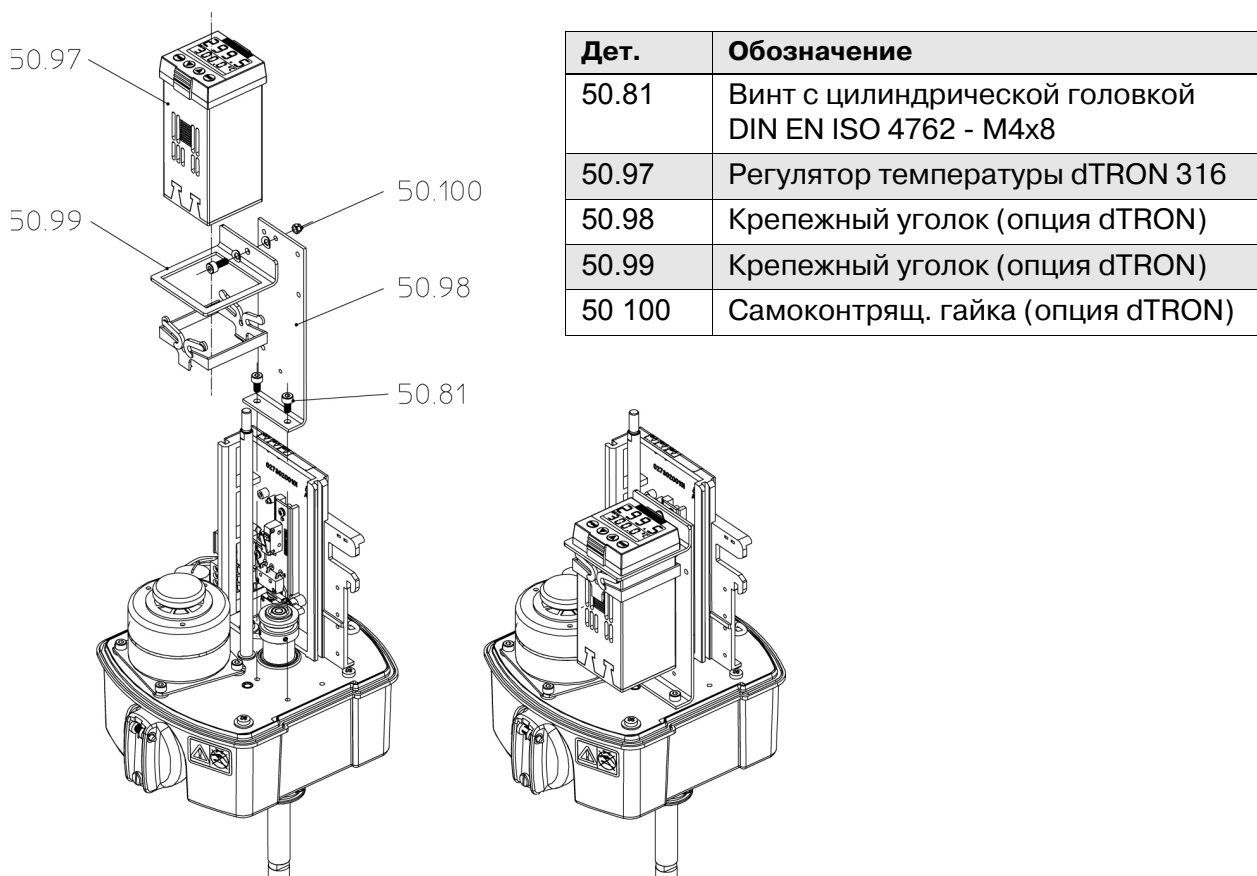

Рис. 19: Установка dTRON 316 ARI-PREMIO 2,2 - 5 кН
- Смонтируйте dTRON 316 с помощью крепежного комплекта на плате редуктора (Рис. 19).